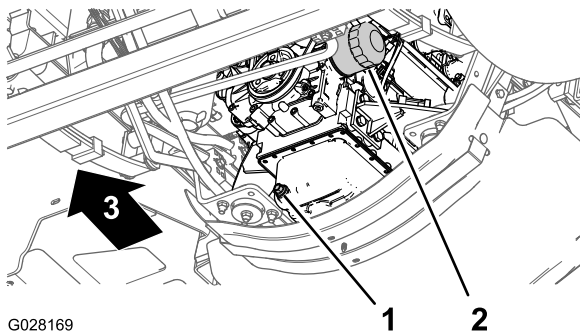

Figure 58
3. Placez un bac de vidange sous le filtre à huile moteur (Figure 58).
4. Retirez le filtre à huile usagé (Figure 58).
8. Posez le filtre à huile sur l'adaptateur et vissez le filtre dans le sens horaire jusqu'à ce que le joint en caoutchouc touche l'adaptateur, puis serrez encore le filtre d'un demi tour (Figure 58).
1. Placez un bac de vidange d'au moins 9 L (9,5 ptes américaines) sous le bouchon de vidange (Figure 58).
2. Enlevez le bouchon de vidange (Figure 58) pour permettre à toute l'huile de s'écouler.